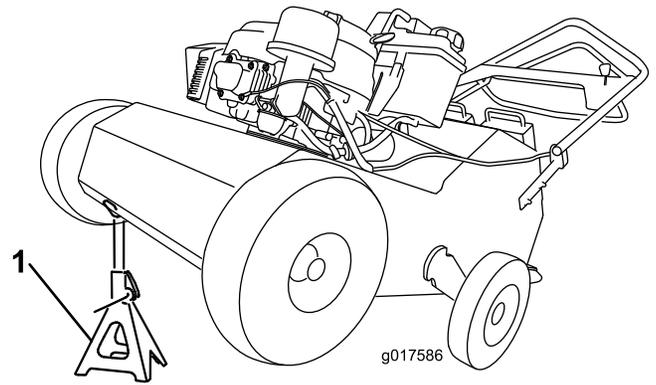

Figura 22
Si necesita trabajar en la parte inferior de la máquina, puede inclinarla hacia atrás (Figura 22). No incline la máquina hacia adelante, porque ensuciaría el limpiador de aire con gasolina. Sujete la máquina sobre un gato fijo antes de trabajar debajo de la misma.
2. Eleve la parte delantera de la máquina para tener acceso a las cadenas (Figura 22) y apóyela sobre un bloque.